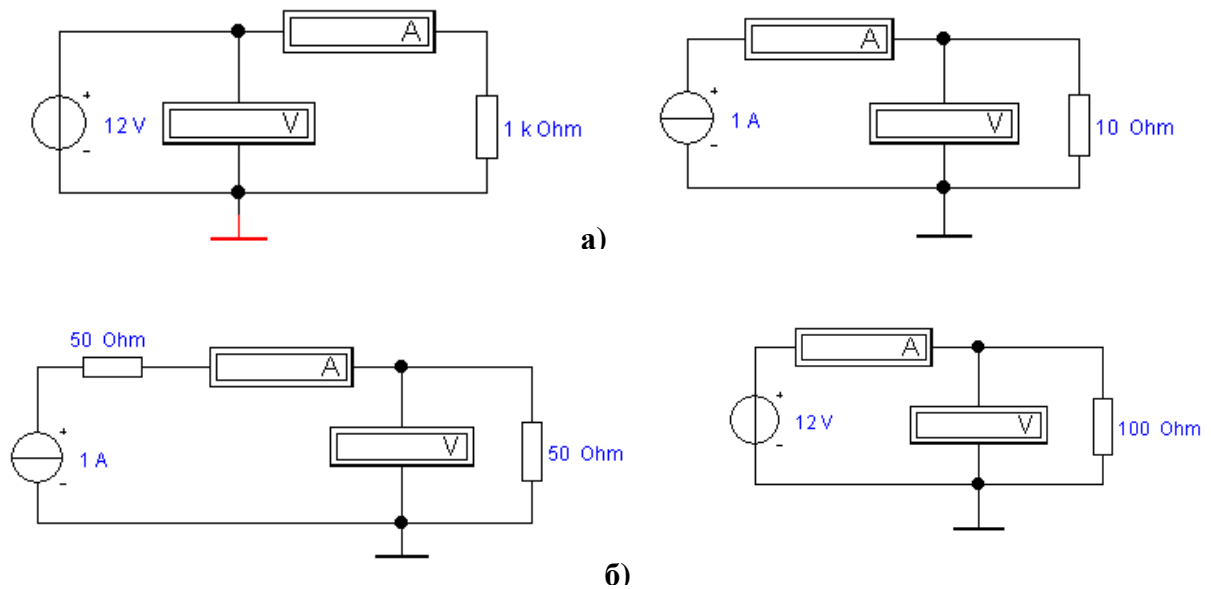

Рис. 1.21
1.4.3. Складіть схеми у відповідності до рис. 1.21 і додатка. Встановіть вимірювальні прилади на використання в колах постійного струму. Включіть
Для проведення вимірювань необхідно встановити частоту джерел змінного струму, наприклад, 1000 Гц. Розрахуйте необхідну величину індуктивності (ємності) при умові, що її опір на частоті 1000 Гц близький до величини опору резисторів, які приводяться в схемах на рис. 1.21. Провести вимірювання струмів і напруг відповідно до завдання.
Таблиця варіантів до схем, що приведені на рис. 1.21.